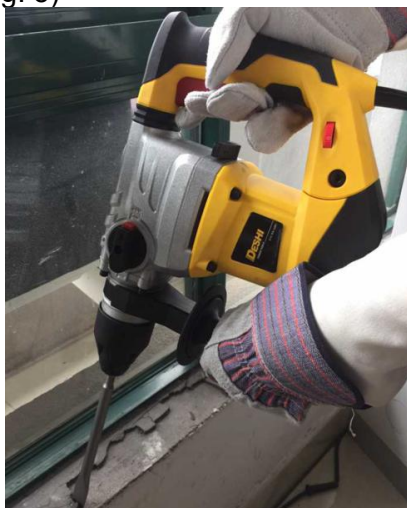

Fig 5
(1) Tirez sur la gâchette après avoir appliqué la pointe du burin en position de burinage.
(2) Il peut être nécessaire de frapper fermement le foret contre la position de frappe pour amorcer le mouvement. Ceci n'est pas dû à un dysfonctionnement de l'outil, mais au bon fonctionnement du mécanisme de sécurité contre la frappe à vide.
(3) En utilisant le poids de la machine et en tenant fermement le burin à marteau à deux mains, on peut contrôler efficacement le mouvement de recul qui suit. (Voir Fig. 5)